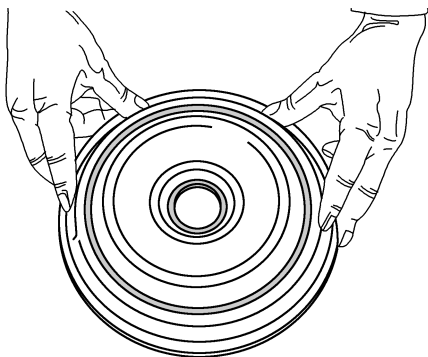

图 3-2-2 不带衬套的离合器盖板(端盖)
1) 应当按照图 3-2-2 所示中展示的方法拿起盖板 A。